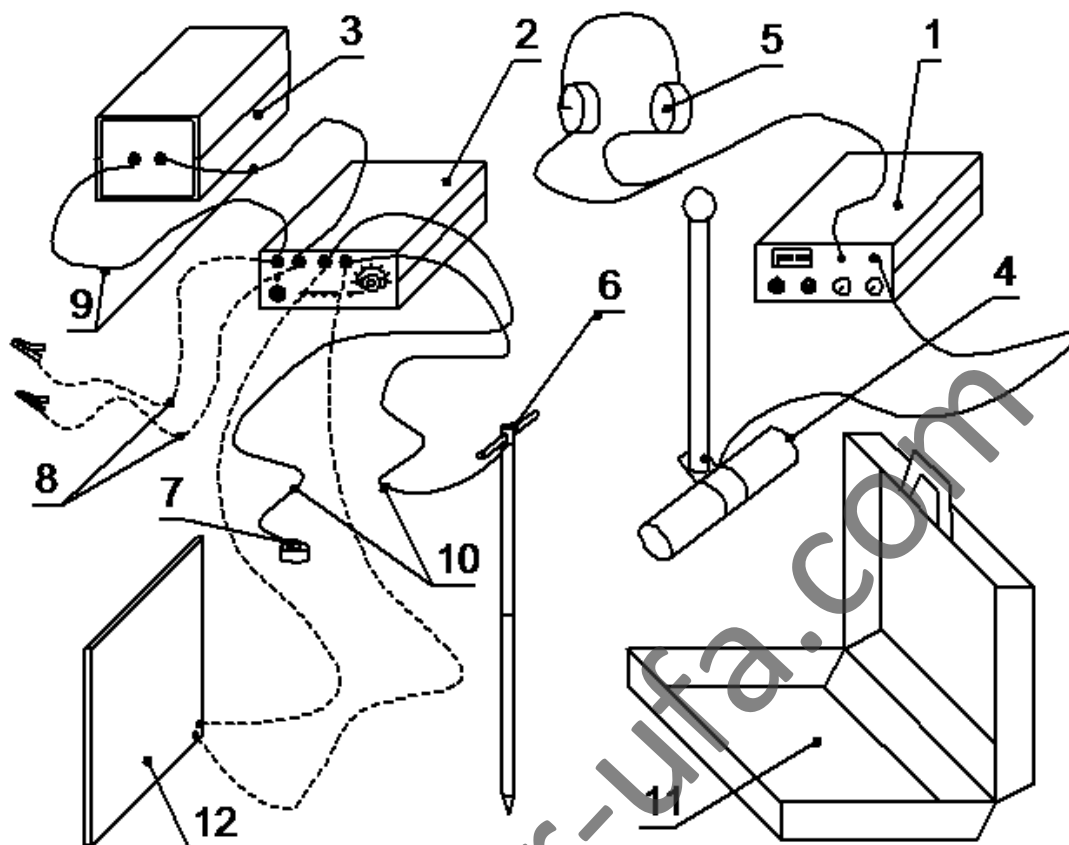
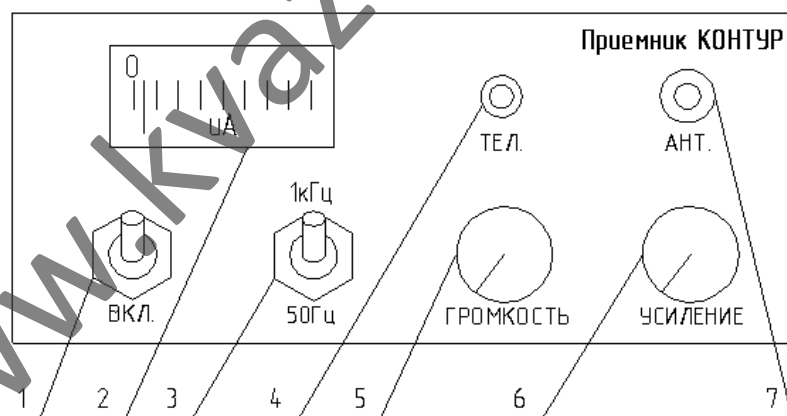
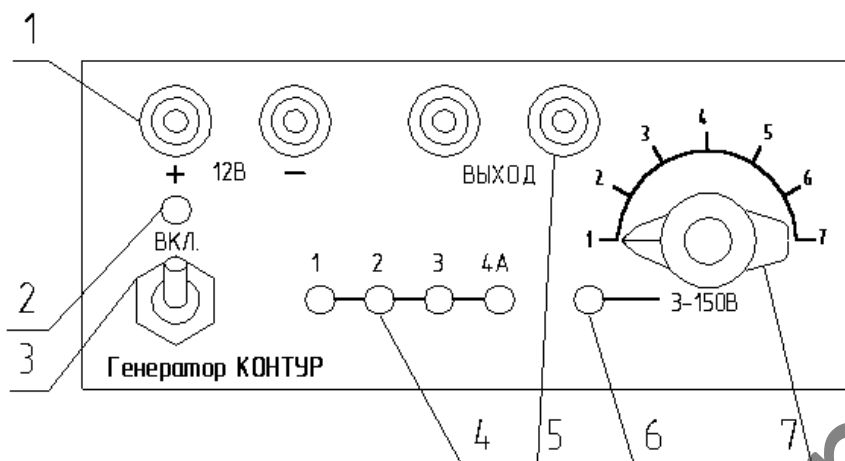

Рис.1. Общий вид комплекта трассокабелеискателя.
Рис.2. Панель приемника трассокабелеискателя
Рис.3. Панель генератора трассокабелеискателя
Внешний вид всего комплекта установки в развернутом виде схематически изображен на рис.1.
Конструктивно генератор (рис.1 поз.2) выполнен в прямоугольном пластиковом корпусе. Все органы подключения и управления генератора расположены на передней панели (рис.3).
Приемник трассокабелеискателя размещен в одинаковом с генератором корпусе (рис.1 поз.1), но на задней стенке приемника на винтах крепится крышка батарейного отсека питания. По бокам корпуса приемника крепится ремень для переноски приемником. Все органы подключения и управления приемника расположены на передней панели (рис.2).
Контейнер батарейный (рис.1 поз.3) вмещает восемь гальванических элементов типа 373 и состоит из двух пластиковых П-образных корпусных деталей, которые скрепляются четырьмя саморезами на дне корпуса. Спереди и сзади корпус контейнера закрывается пластиковыми панелями. На передней панели корпуса установлены два гнезда с промаркированной полярностью для подключения соединительными проводами контейнера к генератору. При отвинчивании четырех саморезов корпус контейнера разбирается для замены элементов питания, которые устанавливаются в два батарейных отсека внутри корпуса.
Антенна приемника (рис.1 поз.4) представляет собой магнитную стержневую антенну, которая имеет ручку с поворотным кронштейном, который позволяет фиксировать стержень антенны в трех положениях с углами в 0, 45 и 90 градусов относительно ручки.
6.1. Установите элементы питания в корпус приемника и батарейный контейнер генератора. Соедините контейнер, соблюдая полярность с генератором проводами (рис.1).
6.2. Проверить работоспособность генератора (рис.3) перед началом работы следующим образом.
6.3. Проверьте работоспособность приемника (рис.2) перед началом работы в следующем порядке.
ручки (7) на рис.3 вправо. В момент согласования индикаторы тока генератора показывают максимальный ток 4 А и индикатор выходного напряжения (6) светится слабее. При дальнейшем вращении ручки (7) ток и напряжение генератора под нагрузкой не будут повышаться из-за действия схемы защиты генератора от перегрузки, которая ограничивает потребляемый ток генератором величиной 4А. КПД работы генератора будет при этом снижаться.